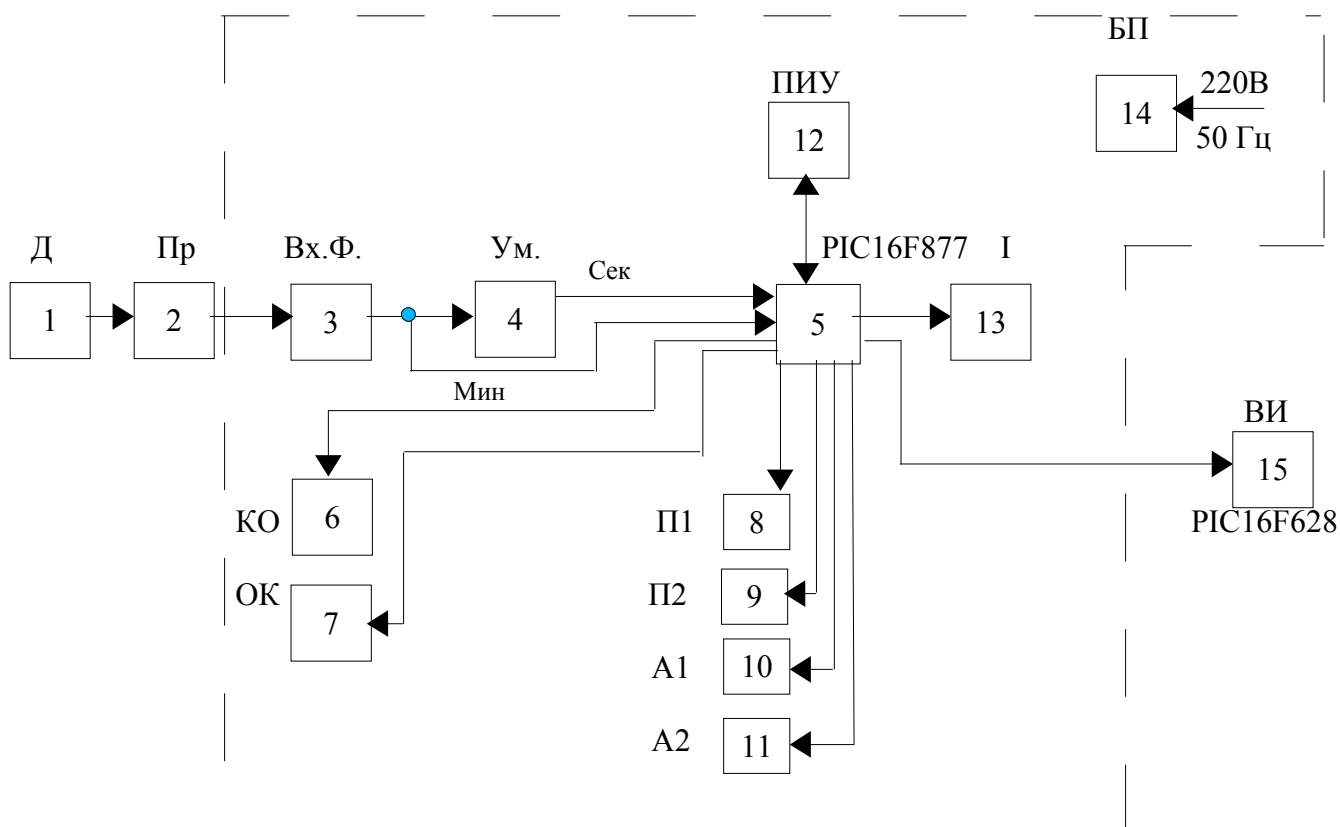

Рис. 1. Структурная схема тахометра ИП-114.
1.4.1.1. Структурная схема тахометра представлена на рис. 1.
На рис. 1 введены следующие обозначения: